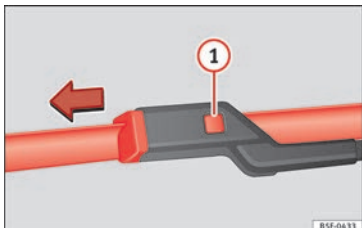

Fig. 82 Sostituzione delle spazzole dei tergicristalli.
- Mantenere premuto il tasto di sblocco » fig. 82 **1** tirando leggermente la spazzola nel senso della freccia.